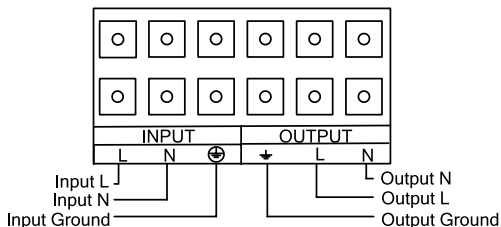

Fig.3
5. Impamantarea se va conecta prima, conform diagramei din Fig. 3. Este de preferat utilizarea unui fir de culoare verde sau verde cu galben.